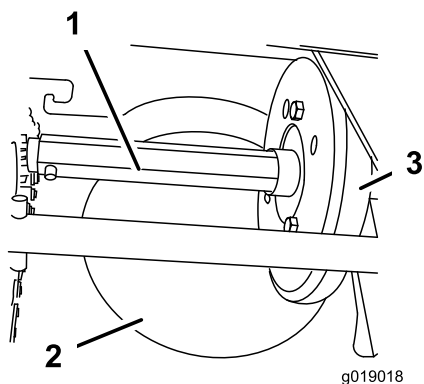

Рисунок 42
Раз в год наносите на шестигранный вал тонкий слой автомобильного двигательного масла (Рисунок 42).
**Внимание:** Не допускайте попадания масла на резиновое колесо или стальной фрикционный шкив, так как в этом случае привод тяги будет проскальзывать (Рисунок 42).